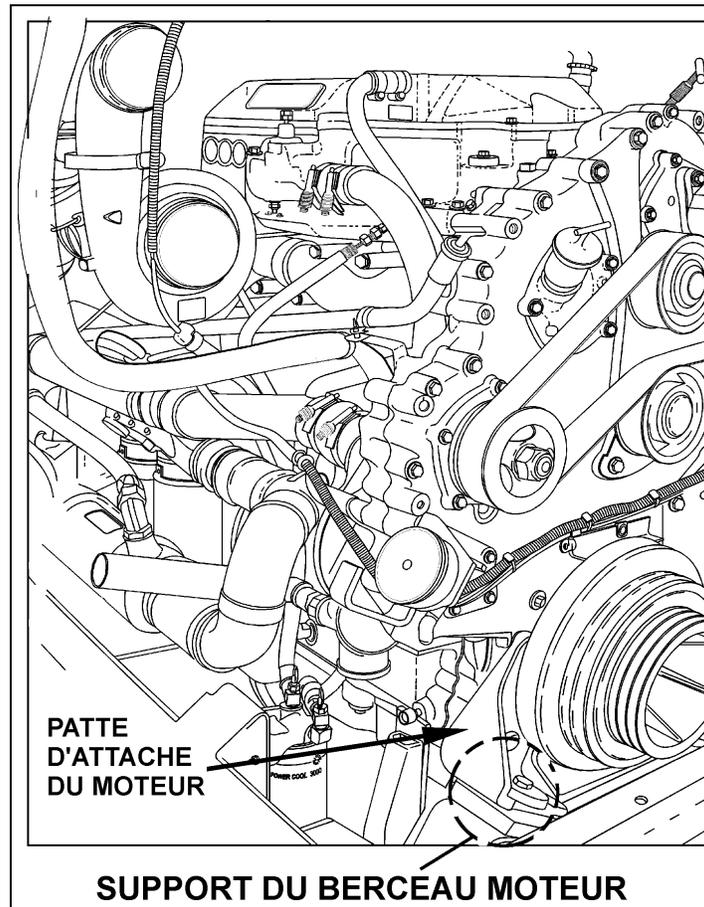

FIGURE 1
3. Utiliser une jauge d'épaisseur et mesurer le jeu des supports arrière du berceau moteur (voir figure 1).